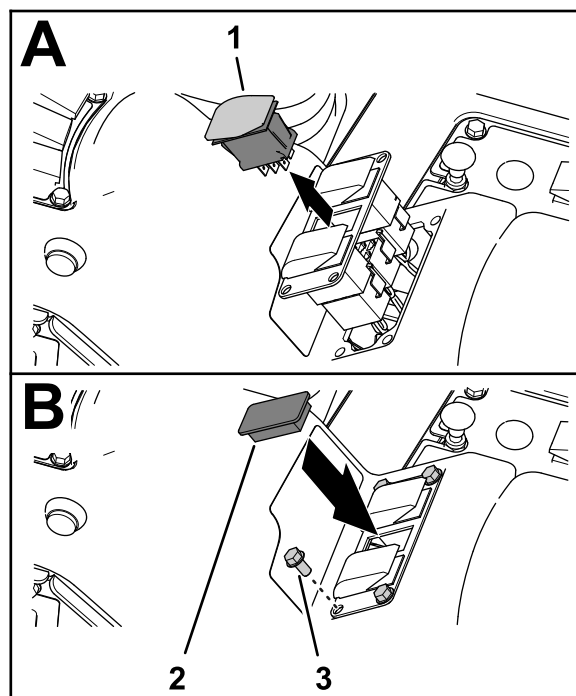

Рисунок 34
2. Сожмите вместе фиксирующие выступы переключателя интенсивности опрыскивания и выдавите переключатель из панели с 3 переключателями (Рисунок 34).
- Установите панель с 3 переключателями на пульт управления (**Рисунок 34**) при помощи 4 винтов с фланцевыми головками ($\frac{1}{4} \times \frac{1}{2}$ дюйма), снятых при выполнении пункта 1.